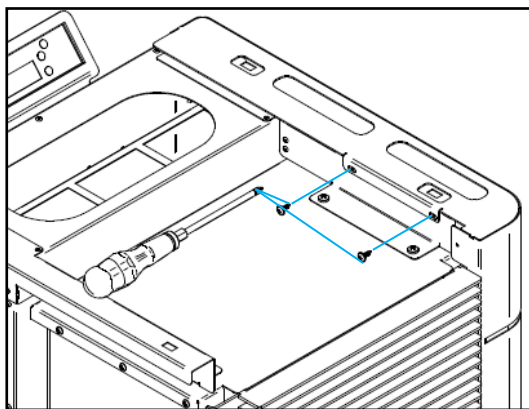

Figura 24 - Fixação das envoltentes laterais na parte superior
d) Repetir o processo realizado no ponto b e c deste manual para a outra envolvente e apertar as laterais utilizando quatro parafusos do kit, dois em cada lado, como demonstra a Figura 24.